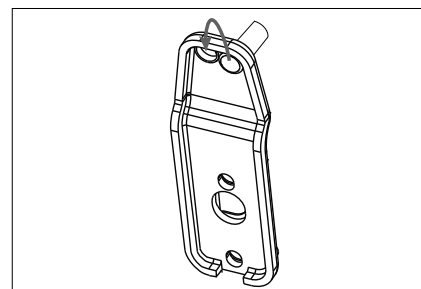

Fig. 3
- ▶ Rimuovere il perno della cerniera inferiore con un cacciavite a taglio e spostare il perno della cerniera nel foro adiacente (fig. 3).